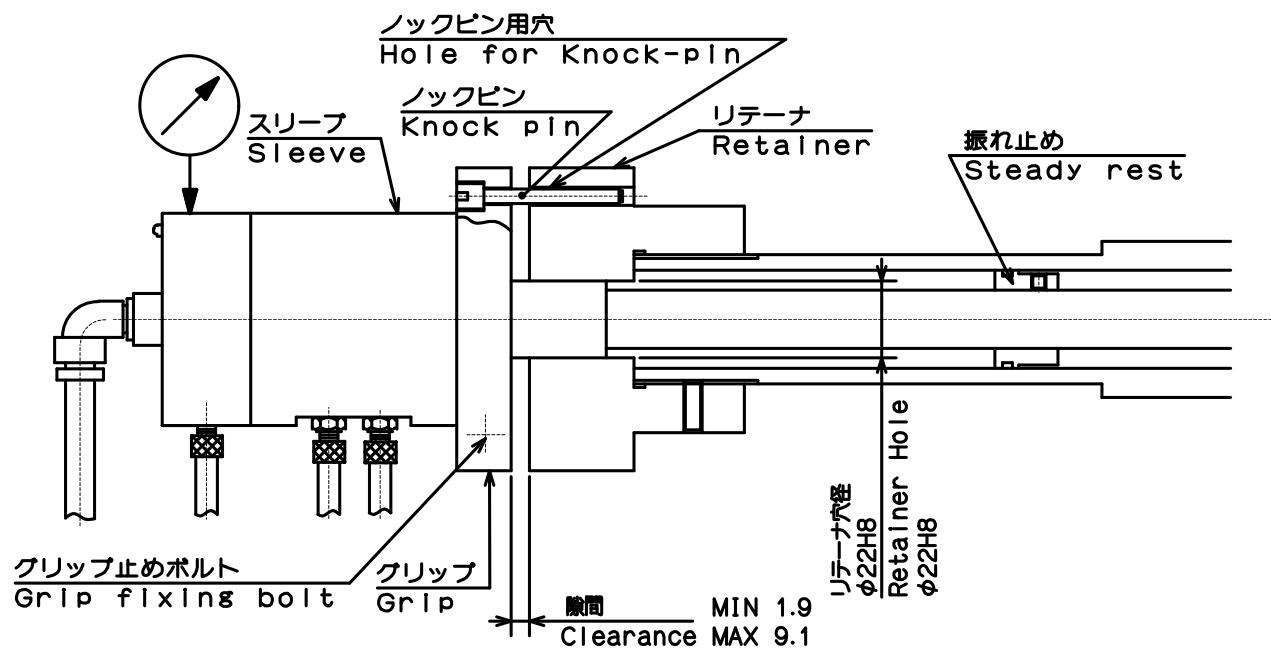

図 5 Fig.5
- ① 作業前に必ず機械の主電源を切ってください。
- ② スピンドルにKPCチャックを取り付けてください。
- ③ スピンドルにリテーナを取り付けてください。
- ④ エアフィードチューブのノックピン(2ヶ所)を外してください。
- ⑤ エアフィードチューブをスピンドル内に挿入し、グリップを持って手で回しながらエアフィードチューブ先端のねじをチャックの奥端面に当たる位置までねじ込んでください。(ねじ込む際は工具などで強く締め付けないでください。破損の原因となります)
- ⑥ グリップ止めボルトを緩め、リテーナとグリップのノックピン用穴の位相を揃えてください。ノックピン(2ヶ所)を締めこんでエアフィードチューブの回り止めとします。その後、再度グリップ止めボルトを締めてください。
- ⑦ 図5のように、スピンドルを手で回し、スリーブ後端の振れが 0.12 以下であることを確認してください。
7. As shown in Fig. 5, rotate the spindle by hand to check that the run-out at the back end of the sleeve is 0.12 or less.
- LR長さが 600mm 以上の場合、図5のように振れ止めを設けること。振れ止めを設けないと振動によりエアフィードチューブの破損を招く恐れがあり、チャックへのエア供給が遮断され、工作物が飛散し危険。
- When LR length is 600 mm or more, prepare the steady rest as shown in Fig. 5. If the steady rest is not prepared, a feed tube may be damaged by vibration. This is dangerous as the workpiece will fly out.
- 旋盤主軸回転数を 100~200min⁻¹ で回転させ(1 分以上)、順次回転数を上げます。回転振動がある時は、チャックアダプタ及びリテーナの振れ(図4および図5)を再点検する必要があります。
- Rotate the lathe spindle at 100 to 200 min⁻¹ for one minute and gradually raise revolutions. If vibration occurs during revolution, recheck the run-out of the adapter and retainer (Refer to Fig. 4 and Fig. 5).